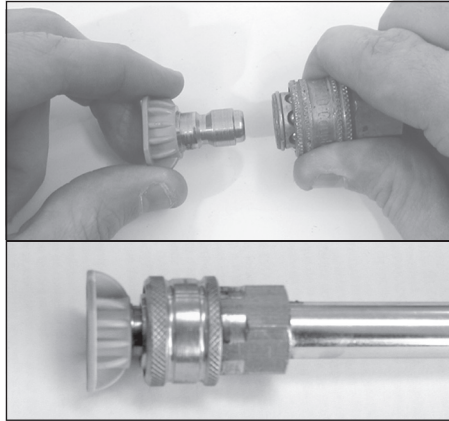

Figure 12 - Installation de la buse raccord rapide
5. Installer la buse raccord rapide en tirant le collier vers l'arrière et en appuyant pour insérer la buse. Dégager le collier et s'assurer qu'il retrouve sa position initiale sur l'avant et que la buse est fixée correctement (Voir Figure 12).